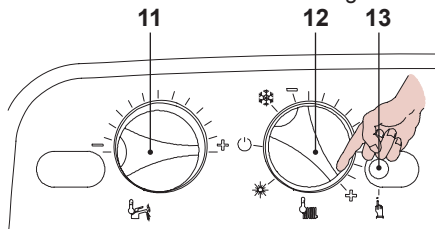

Fig. 7.8
- Ruotare il selettore 12 come in Fig. 7.8.